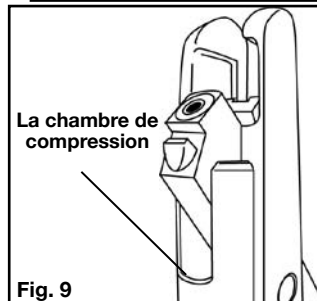

Fig. 9
- Para asegurarse de que su pistola de aire mantenga una potencia uniforme, es importante que aplique una gota de aceite RMC OIL de Crosman en la cámara de compresión cada pocos cientos de disparos (vea la Fig. 9). Utilice un paño con unas gotas de RMC OIL sobre él para limpiar las partes metálicas externas.